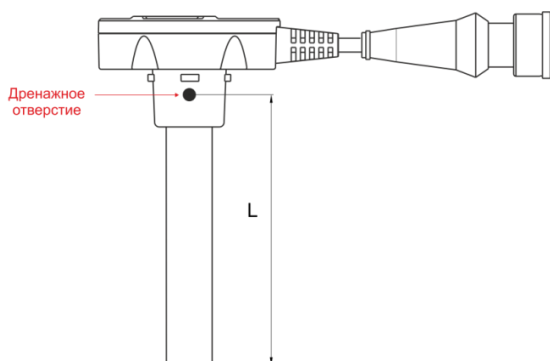

Рисунок 17 — Определение длины измерительной части при калибровке DUT-E GSM
- 3) Измерьте длину трубок измерительной части датчика L (мм) от их конца до дренажного отверстия (см. рисунок 17) и введите измеренное значение в соответствующее поле ПО (настройки ФМ Датчик уровня топлива, вкладки **Калибровка** либо **Настройки**).